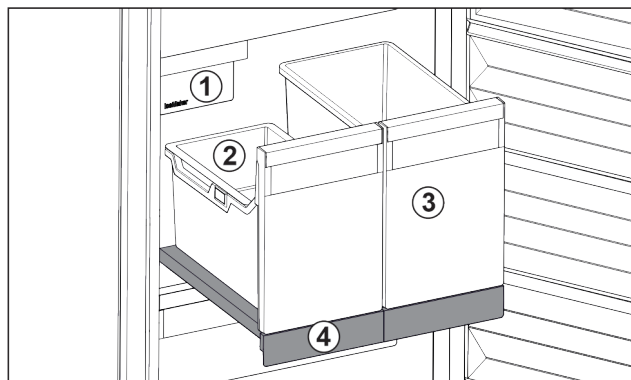

Fig. 88 Udtrækshylde med IceTower
- (1) IceMaker
- (2) Holder i døren til isterninger
- (3) Beholder til f.eks. pizza, alkoholiske drikkevarer
- (4) Udtrækshylde
Der findes to høje beholdere på udtrækshylden (IceTower). I beholderen Fig. 88 (2) samles og opbevares isterninger fra IceMaker. Beholderen Fig. 88 (3) er egnet til opbevaring af høje fødevarer som pizzaer eller alkoholiske drikkevarer.